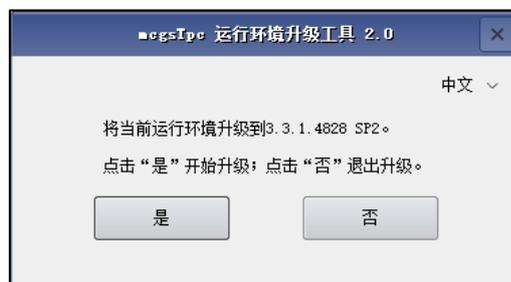

图 1.1-2 U 盘更新运行环境
- ② 将 U 盘插入 TPC，等待 TPC 弹出图 1.1-2 所示对话框，按照需要选择升级包语言（仅 3.3.1.4828 SP 及之后版本可选择语言），点击【是】进行运行环境升级，升级完成后拔出 U 盘，重启 TPC 即可。